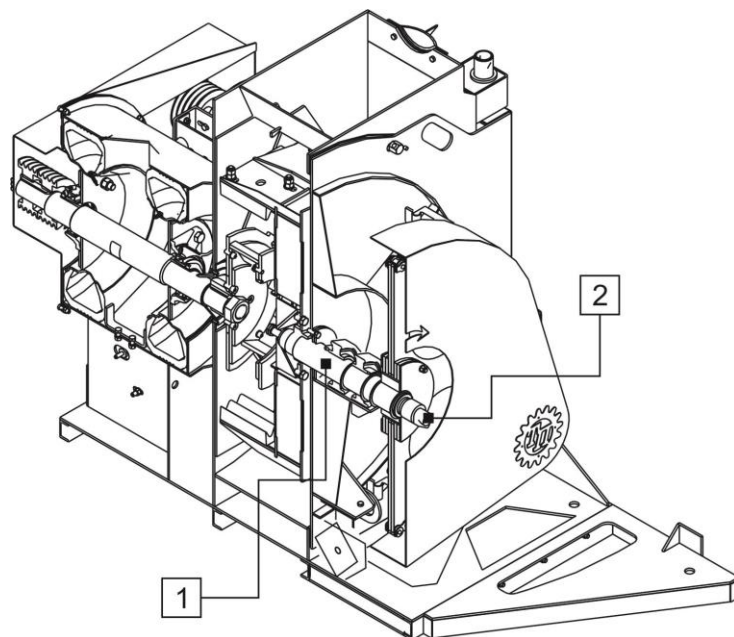

Рис. 7
1.4.5. УЗЕЛ ПОДАЧИ АКТИВИРУЮЩЕЙ СМЕСИ (для некоторых вариантов комплектации изделия) предназначен для ввода жидких добавок в камеру помола, а именно в центр ротора-ускорителя. Подача осуществляется по полуму валу элеватора, через ротационное соединение (Рис. 7). Ротационное соединение HD-20(R3/4) может быть установлено потребителем самостоятельно, для чего необходимо выкрутить заглушку резьбового отверстия вала (1) элеватора и установить на его место ротационное соединение (2).